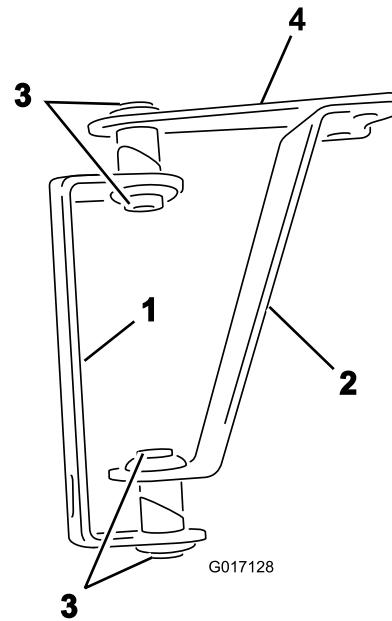
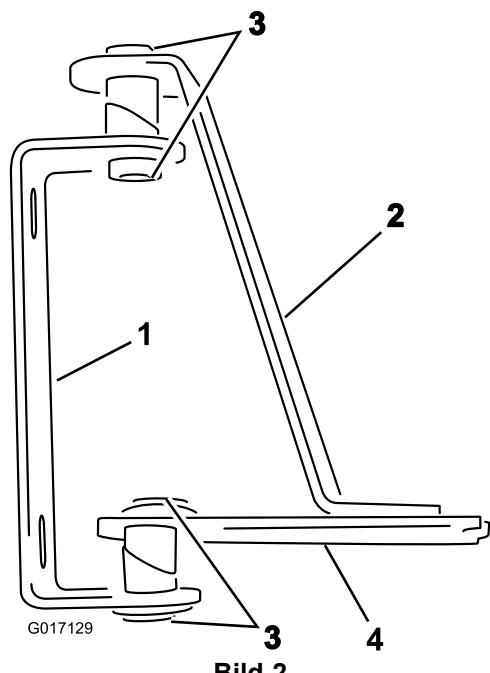

Bild 1
Bild 2
1. Arrangieren Sie die Scharniere und Riemen, wie in Bild 1 (für einen nicht abgedeckten Ausleger) oder in Bild 2 (für einen abgedeckten Ausleger) dargestellt.
2. Setzen Sie die Büchsen in die Öffnungen in den Scharnieren des geschweißten Rohrs und den Riemern ein, wie in Bild 1 oder Bild 2 dargestellt.